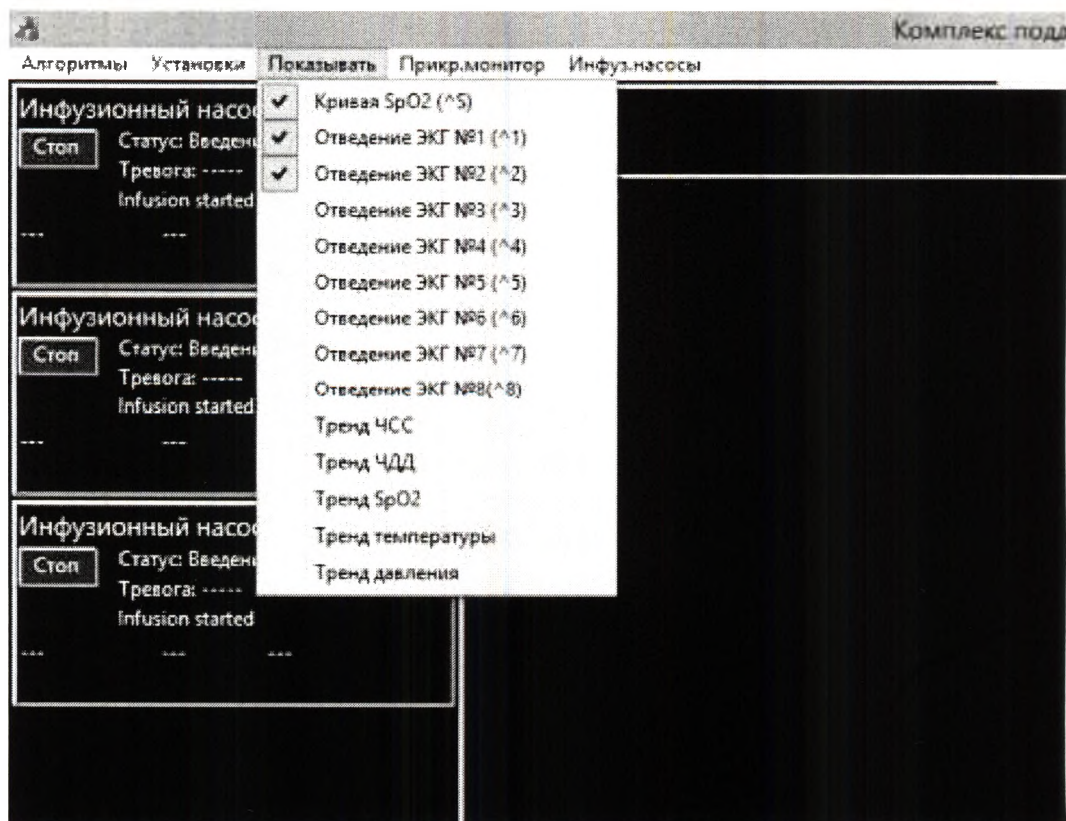

Рисунок 23. Вид меню Показывать.
2.3.4.5 В правой части окна начинают отображаться данные о значении физиологических параметров пациентов. Выбор необходимых для отображения физиологических показателей в реальном времени осуществляется посредством меню *Показывать* (рис. 23).